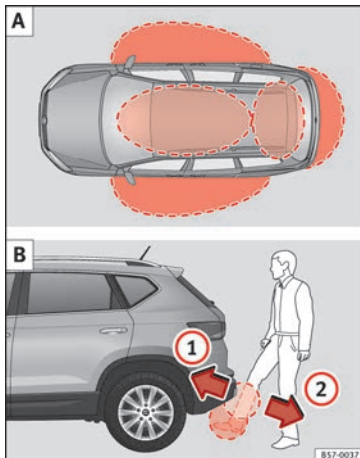

Abb. 125 Schlüsselloses Schließ- und Startsystem Keyless Access: **A** Näherungsbereiche. **B** Sensorgesteuertes Öffnen der Gepäckraumklappe (Easy Open).
Keyless Access ist ein schlüsselloses Start- und Schließsystem, mit dem das Fahrzeug ohne aktive Fahrzeugschlüsselbenutzung ent- bzw. verriegelt werden kann. Dazu müssen sich lediglich ein gültiger Fahrzeugschlüssel im Erkennungsbereich für den Zugang zum Fahrzeug befinden » **Abb. 125 A** und eine der Sensoren an den Türgriffen » **Abb. 126** berührt oder der *Softtouch*/Haltegriff der Gepäckraumklappe betätigt werden » **Seite 133** » **i**.
Befindet sich ein gültiger Schlüssel in einem der Funktionsbereiche » **Abb. 125** , erteilt das Schließ- und Startsystem Keyless Access diesem Schlüssel Zugangsberechtigung, sobald die Sensoren an den vorderen Türgriffen oder der *Softtouch*/Haltegriff an der Gepäckraumklappe betätigt wird. Anschließend sind folgende Funktionen ohne aktive Fahrzeugschlüsselbenutzung möglich:
Wenn sich ein gültiger Fahrzeugschlüssel in der Nähe » Abb. 125 A der Gepäckraumklappe befindet, entriegelt die Gepäckraumklappe beim Öffnen des verriegelten Fahrzeugs automatisch.
Befindet sich ein gültiger Schlüssel in der Nähe » Abb. 125 A der Gepäckraumklappe, kann diese durch Bewegung eines Fußes im Bereich der unter dem Stoßfänger gelegenen Sensoren » Abb. 125 B entriegelt und geöffnet werden.
muss sich dem oberen Sensorbereich, und der Fuß dem unteren Sensorbereich » Abb. 125 B ① nähern.
- Entfernen Sie den Fuß und den unteren Beinteil mit einer schnellen Bewegung aus dem Sensorbereich » Abb. 125 B ②. Die Gepäckraumklappe öffnet sich automatisch.